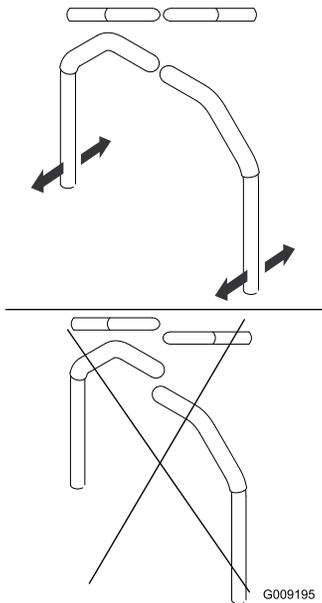

Figura 87
4. Alinee las palancas en el sentido adelante/atrás acercándolas a la posición de punto muerto, y moviéndolas hasta que estén alineadas; luego apriete los pernos (Figura 87).